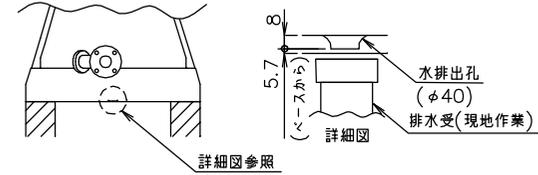

図2 ゲタ基礎の場合の排水受施工例
- 注5. 雨水および機内結露水、水抜きの際の排水は、結露水排水孔からユニット下面へ排出されます。ただし、熱源機周辺が高温・高湿の環境で運転をすると、外装パネル表面および結露水受けのドレンパンの下にも結露が発生する場合がありますので、基礎面には防水処理を施し、排水された水が基礎面上に溜まらないように、また、周辺に拡がらないようにユニット周辺に排水溝、排水口等を設けてください。排水孔に、排水受け及び排水溝を施工する場合は、図2,3の施工例を参照してください。